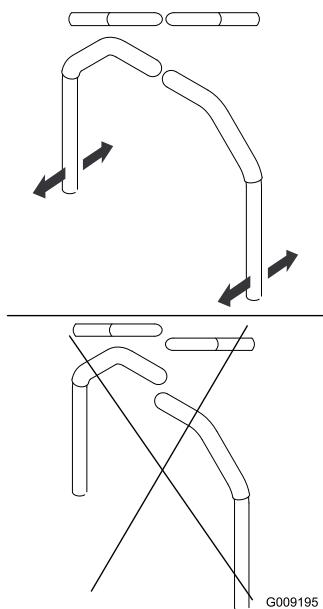

Figura 79
4. Ajuste la posición delante/detrás de las palancas acercándolas a la posición de punto muerto y deslizándolas hasta que queden alineadas, y luego apriete los pernos (Figura 79).